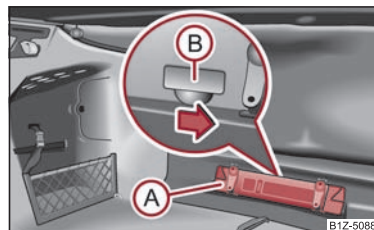

Abb. 29 Notentriegelung der Gepäckraumklappe
- Nehmen Sie das Warndreieck (A) ⇒ Abb. 29 heraus.
- Drücken Sie den Bedienhebel in Pfeilrichtung, um die Gepäckraumklappe zu entriegeln. Der Bedienhebel befindet sich unter der Blende (B).